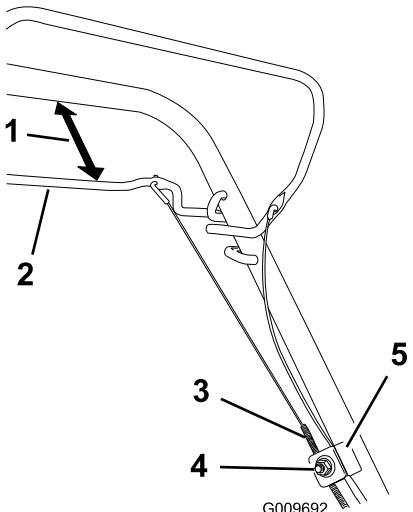

Figure 48
- Desserrez l'écrou du support de câble (Figure 48).
- Maintenez la barre de commande d'autopropulsion à une distance de 25 à 38 mm du guidon (Figure 48).
- Tirez la gaine du câble vers le bas (vers la machine) pour éliminer le mou du câble (Figure 48).